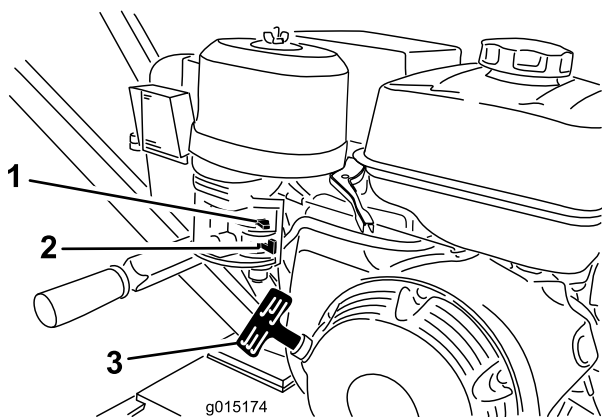

Figure 11
1. Tournez le robinet d'arrivée de carburant complètement à droite en position ouverte (Figure 11).
- Tirez lentement la poignée du lanceur jusqu'à ce que vous sentiez une résistance, puis tirez vigoureusement. Relâchez lentement la poignée du lanceur (Figure 11).